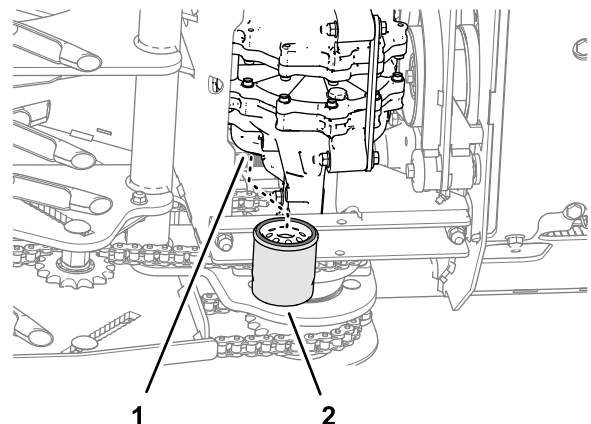

Figure 56
4. Localisez les deux filtres sous les transmissions (Figure 56).
6. Déposez les filtres et vidangez le liquide du système d'entraînement (Figure 56).
2. Vissez le filtre dans le sens horaire jusqu'à ce que le joint en caoutchouc rejoigne l'adaptateur, puis vissez-le encore de 2/3 à 3/4 de tour (Figure 56).